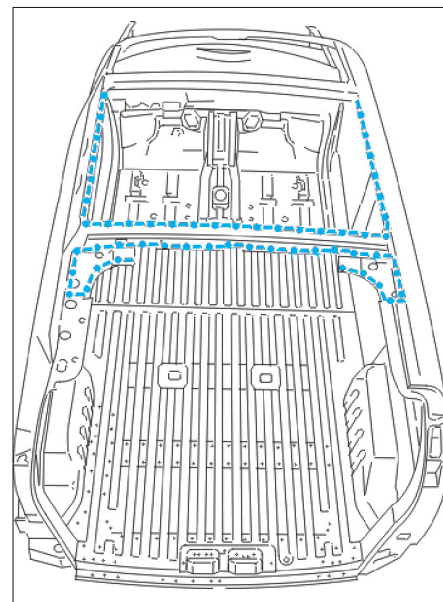

FIG. 95
- Préparer les bords d'accostage et les protéger par un apprêt soudable (Fig.95).